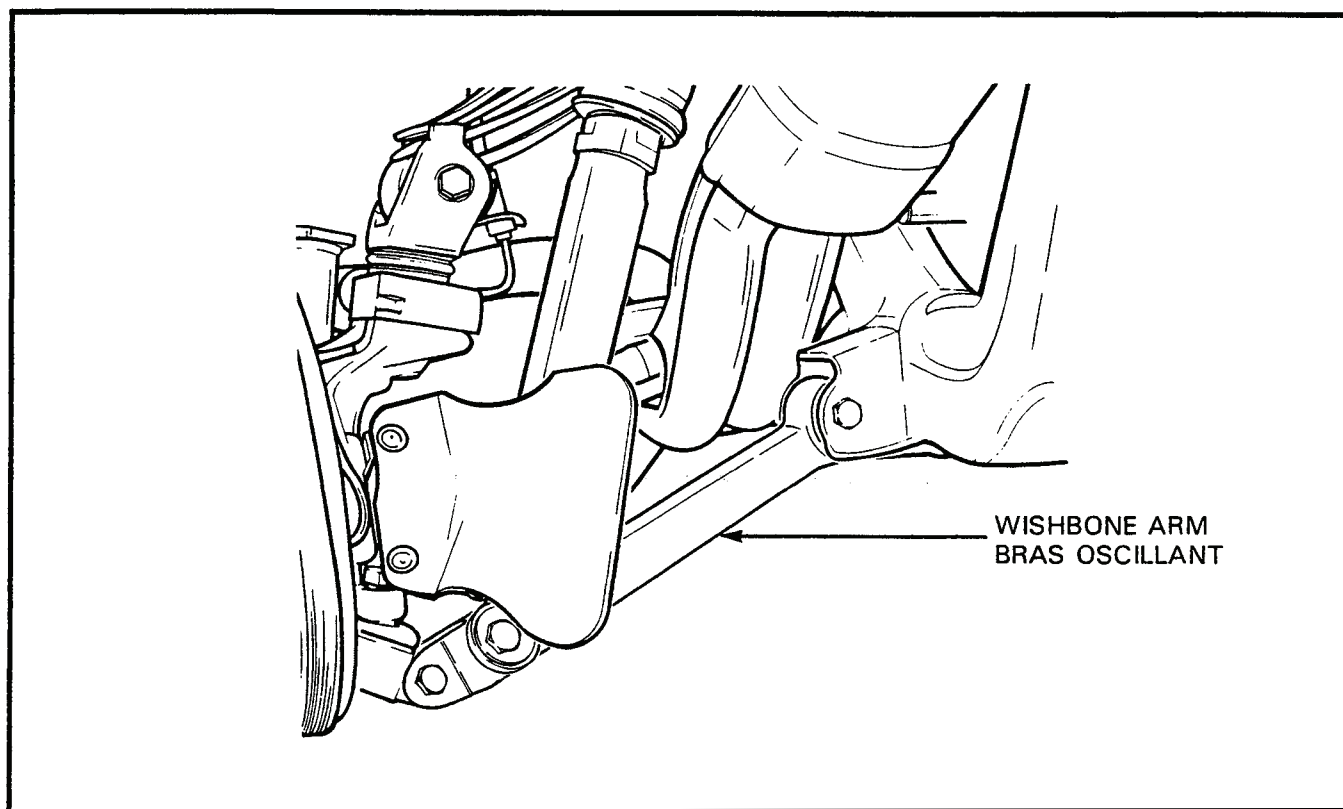

Figure 2-2-3 Wishbone Arm
f. Swing both wishbone arms down, clear of the vehicle frame, see Figure 2-2-3.	f. Déplacer les deux bras oscillants vers le bas, à l'écart du châssis du véhicule, voir figure 2-2-3.